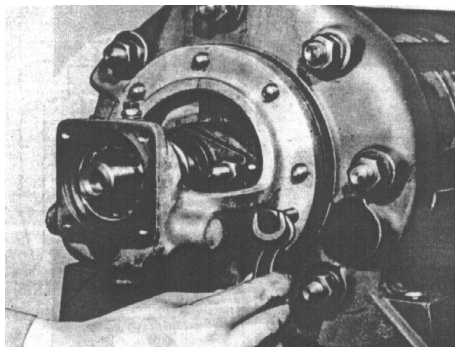

Fig. 5
- Apretar uniformemente los tornillos extractores del Mancel, y liberarlo. (Ver fig. 5)